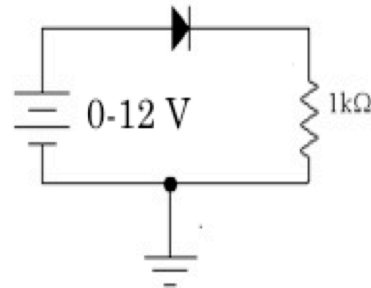
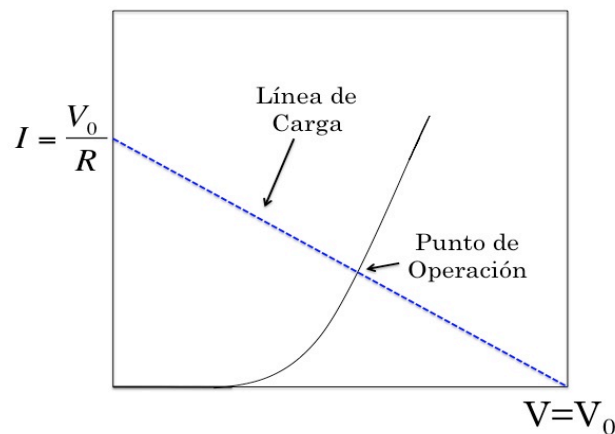

Figura 4. Circuito con diodo y fuente de
Figura 5 Línea de Carga
1. Construya el circuito en la figura 4 utilizando el diodo 1N485.
Otro tipo de análisis gráfico que nos permite estudiar el comportamiento de circuitos con diodos semiconductores es la línea de carga. La corriente en el circuito de la figura 4 puede representarse con la siguiente expresión: $I(V) = \frac{V_0 - V}{R}$. Esta ecuación corresponde a una línea recta con interceptos en $I = V_0/R$ y $V = V_0$ (ver figura 5). Se le llama línea de carga porque depende exclusivamente de la resistencia (carga) y de la fuente. La línea es independiente del valor de la impedancia.
El punto donde la ecuación exponencial de la corriente y la línea de carga coinciden se conoce como punto de equilibrio o **punto de operación** del circuito. Este punto se muestra en la figura 5.
1. Usando la curva característica de la práctica 2, trace la línea de carga para el circuito de la figura 4 con un voltaje de 12 V y determine el punto de operación del diodo.